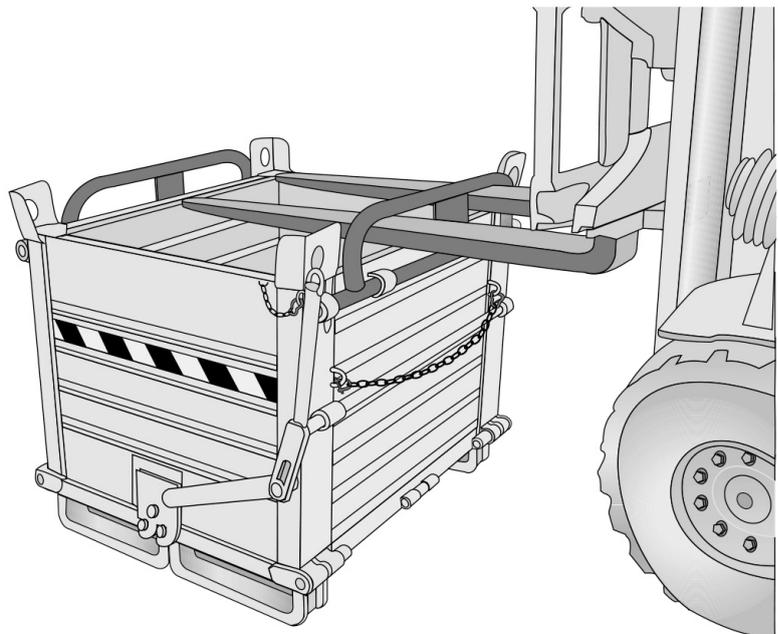

Fig.6.2.2
- 6.2.2 Coloque las horquillas en las asas de inserción correspondientes, manteniendo los cilindros de elevación del carrito en posición vertical. Si es necesario, ajuste el tablero portacargas para centrar los puntos de inserción de las horquillas (**fig. 6.2.2**).